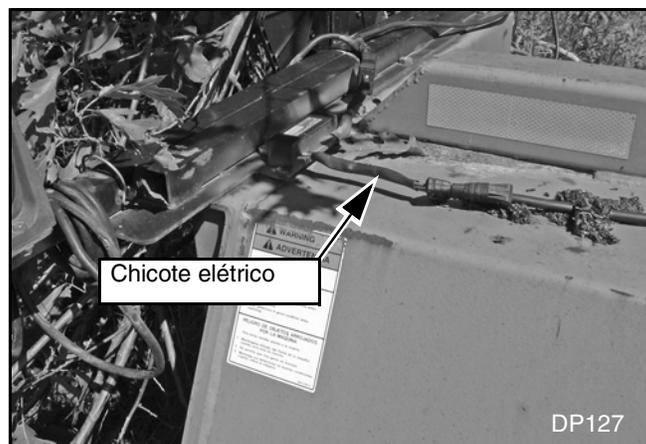

Figura 56. Fiação da luz de segurança
1. Prenda o suporte inferior do engate de reboque de extremidade (4) usando os parafusos franceses (26) e as contraporcas (25).
2. Prenda o suporte de trava da barra de tração (3) usando os parafusos franceses (26) e as contraporcas (25).
3. Parafuse o engate (1) aos suportes do engate do reboque (33) usando os parafusos (27) e as contraporcas (28).
4. Prenda o suporte da mangueira (13) ao triturador usando os parafusos franceses (26), a arruela lisa (14) e as contraporcas (25).
5. Fixe a barra de tração (1) ao suporte do engate do reboque (4) usando os parafusos (27) e as contraporcas (28).
7. Armazene a barra de tração (1) e o chicote elétrico como mostrado, Figura 56.